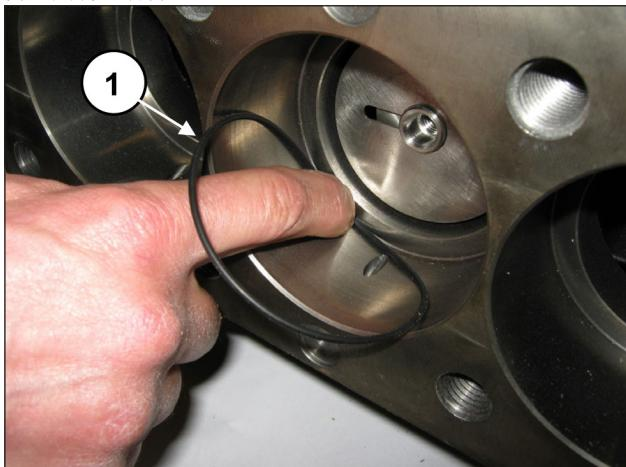

图 172
如果密封圈底座底部的O形圈留在泵壳（位置①，图 172）内，则将之拆除。